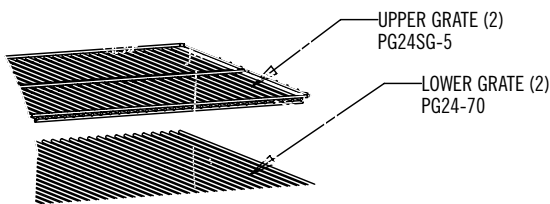

FIG. 12
1. Monter la grille de cuisson comme indiqué à la Fig. 12.